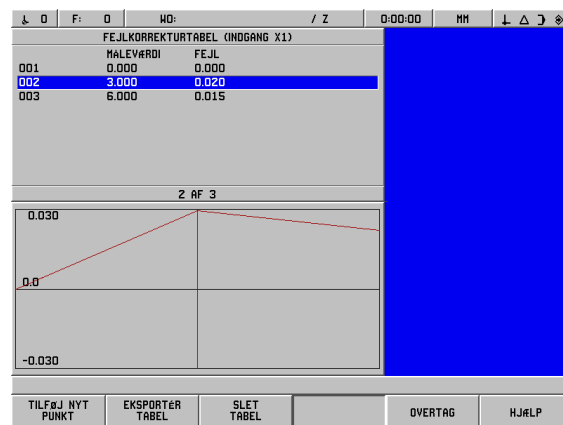

Fig. II.13 Skærbilledet ikke-lineær fejlkorrektur
- Grafen viser indsat en translationsfejl (reference - målt) vs. målt værdi. Grafen har en fast målestav. Efterhånden som cursoren bevæges gennem skærbilledet, angives punktets placering på grafen med en blå lodret linje. Se fig. II.13.